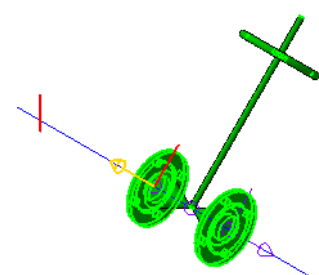

Рис. 6
- Укажите **присоединительную точку 1 ось 2** в списке **Точки** или в модели. Укажите в Дереве построения *Ось Z*. Затем введите значение угла 30° в поле **Угол** на Панели свойств (рис. 6).